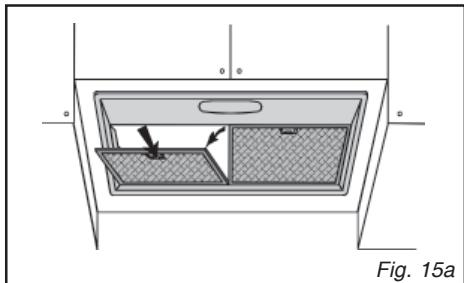

Fig. 15a
• **Demontering af fedtfiltret (fig.15a-15b)**